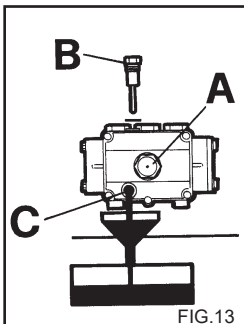

FIG.13
- 2 - Desenroscar el tapón con la varilla de control del nivel (fig. 13).